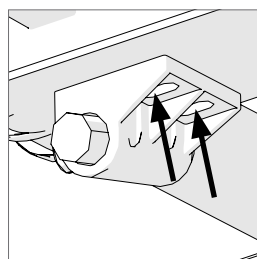

Fig. 9
- Dévissez les deux vis hexagonales (Fig. 9).